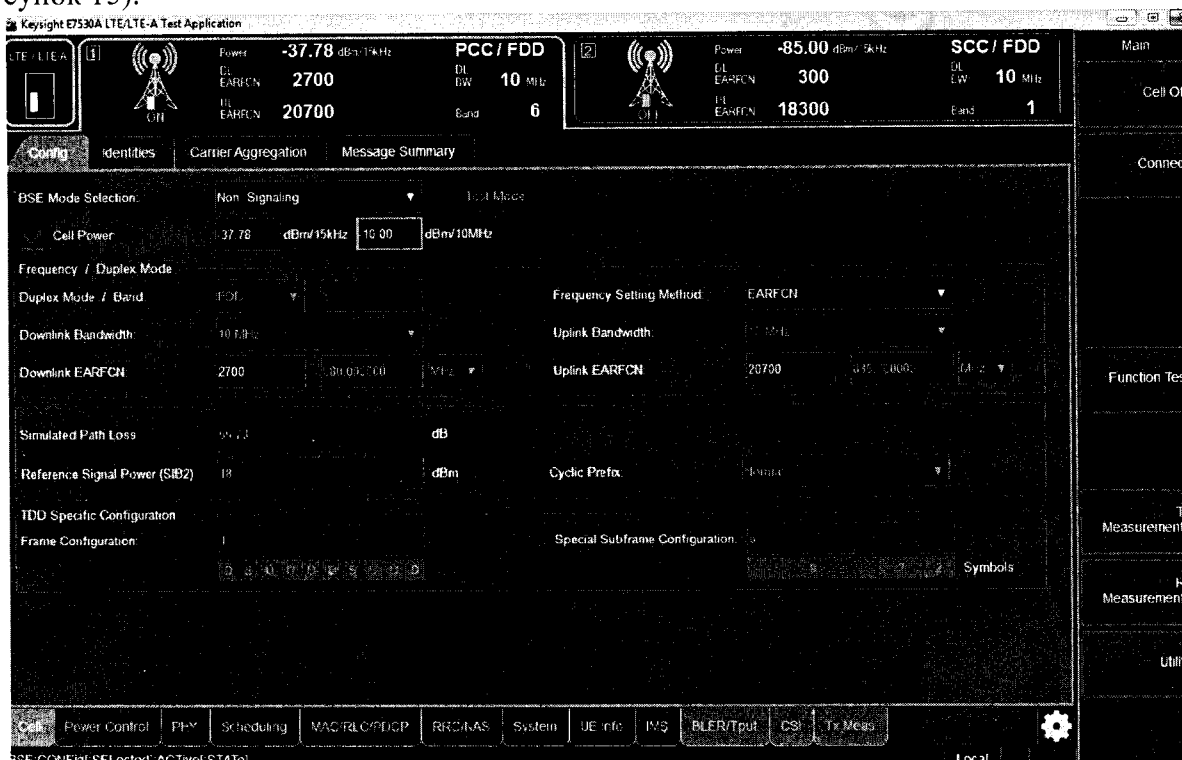

Рисунок 15.
7.5.2 Выбрать режим выхода TXRX1 приемопередатчика A. Активировать режим для двух независимых LTE-сот по приемопередатчикам A и B (см. описание выше). После этого в поле BSE Mode Selection для приемопередатчика A выбрать режим Non Signaling и запустить непрерывное формирование сигнала LTE в диапазоне частот (рисунок 15).